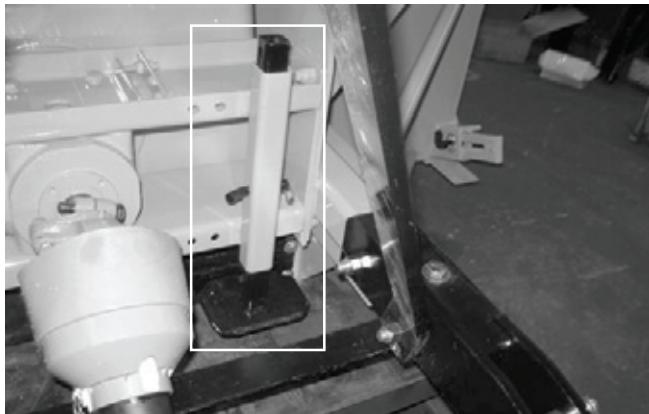

Figure 29
- 6) Après avoir installé la souffleuse sur le tracteur, relever la béquille de soutien (Fig. 29).